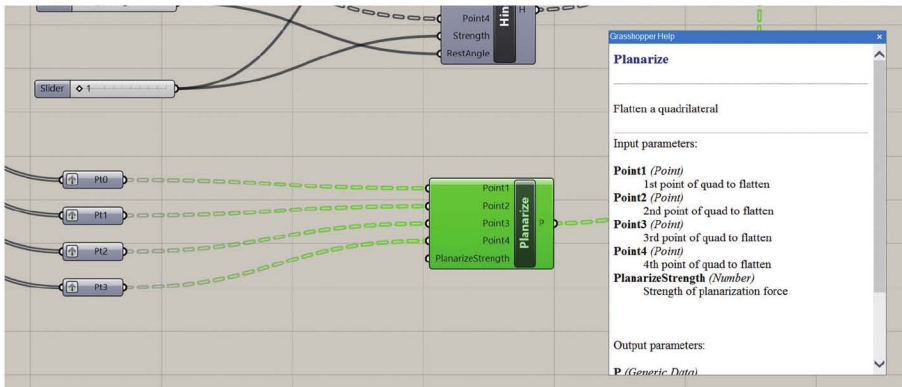

Figure 4
3. Planarize : 평활도를 유지시켜주기 위한 추가적인 안전장치이며 접히지 말아야 할 면의 꼭지점들을 연결해 줍니다(Figure 4).